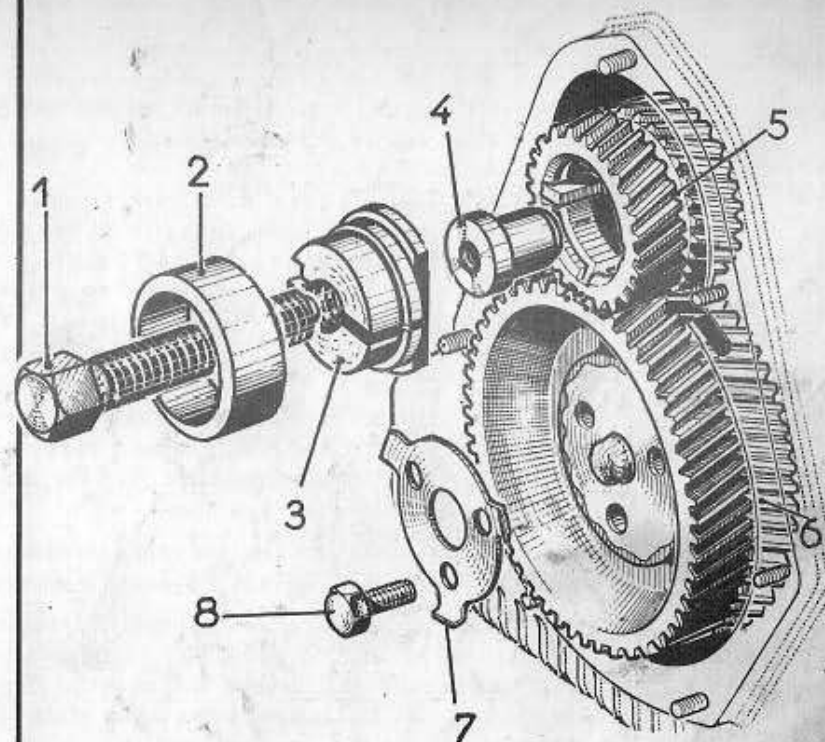

Fig. 46
- 4) Abattre l'ès pattes du frein (7)- Fig. 46), et déposer les trois vis (8)